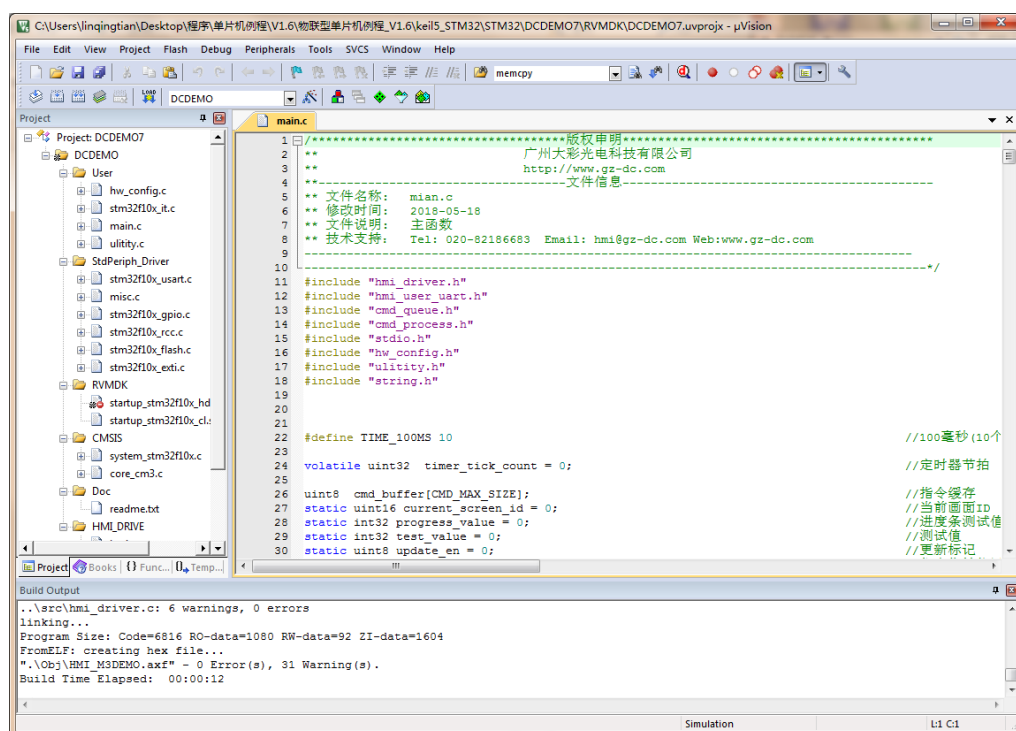

图 4-18 编译工程
1. 点击编译 KEIL 工程，确定工程无错误，如图 4-18 所示；